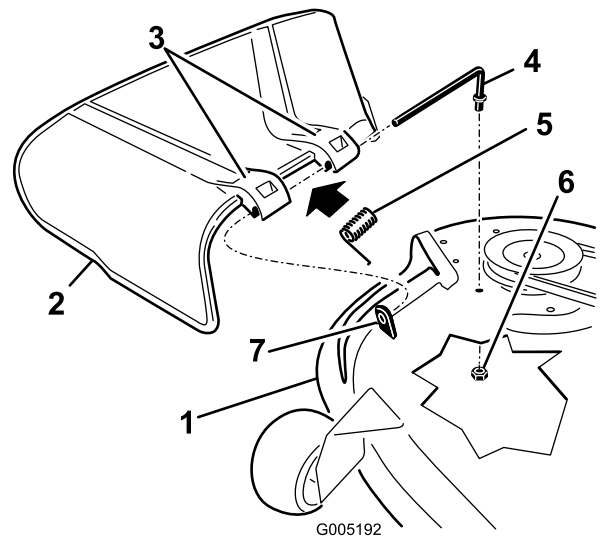

Figura 72
2. Retire la varilla del separador corto, del muelle y del deflector de hierba (Figura 72).
4. Vuelva a colocar el deflector de hierba (Figura 72).
7. Deslice la varilla por el segundo soporte del deflector de hierba (Figura 72).
9. Sujete el extremo trasero de la varilla en el cortacésped con una tuerca (3/8 po), según se muestra en Figura 72.
1. Retire la tuerca (3/8 po) de la varilla debajo del cortacésped (Figura 72).